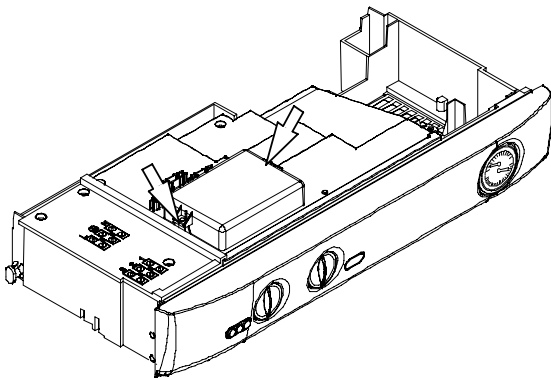

fig. 5.22
- Togliere le due viti indicate in fig. 5.22 e aprire il coperchio della morsettieria collegamento **sonda esterna e comando remoto**.